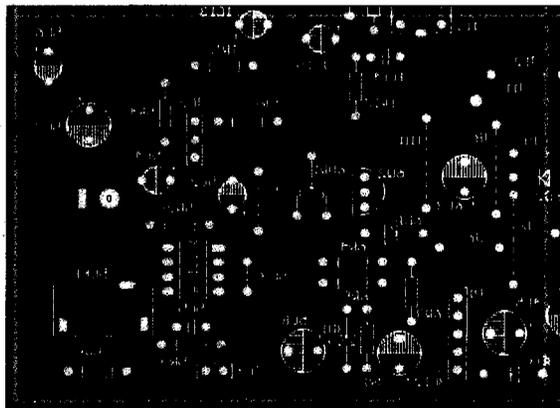

图 16
率放大”这两部分电路的大部分元件及部分其他电路元件调出并整理后如图16所示。
**小结:**以上讲述的是如何进行板框设计、元件调出和合理布局,图16的元件布局并非最佳和惟一的,只是一种参考方案,各人可以有自己的选择和安排。其他部分设计基本上是一样的。可以将整个“5.5英寸小黑白电视机电路”的全部元件调齐再绘制铜膜走线,也可以分批绘制铜膜走线。